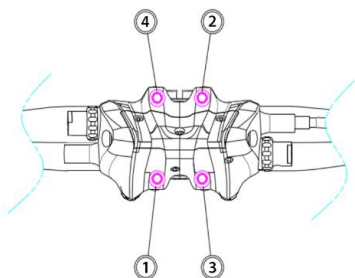

図 E-1 締め付け手順
- ・ ステムのハンドルバー固定ボルトを、図 E-1 の手順に従って締め付けます。(推奨締め付けトルク：6Nm)